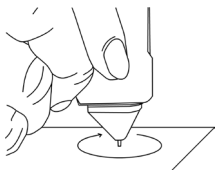

图 2.3
- 拿住探针笔，使针头与任何纸张或宝石托（检测仪附带）成直角（90 度）。慢慢做圆周运动，但不使针头缩进（图 2.3）。